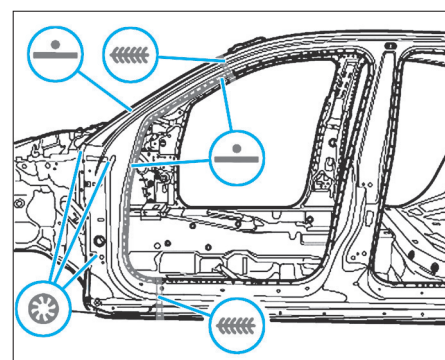

FIG. 13
- Souder le montant A, soudure par points en ligne droite (Fig.13).